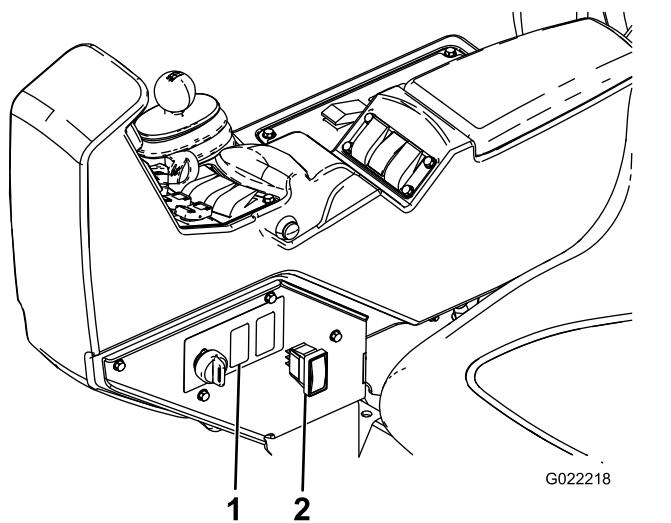

図 13
4. ボックス型コネクタにスイッチを取り付ける図 13。
1. スプレーヤのコンソール側面で、すすぎタンク用スイッチのプラグ打ち抜き部を探し出す図 13。